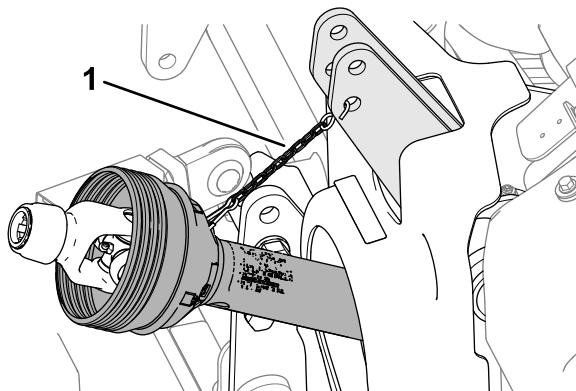

Figura 51
8. Utilice la cadena de seguridad para sujetar el árbol de la TDF, conectando la cadena entre el protector de la TDF y la máquina (Figura 51).